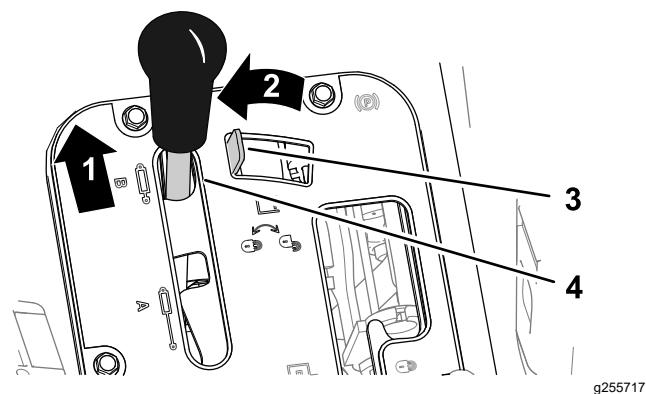
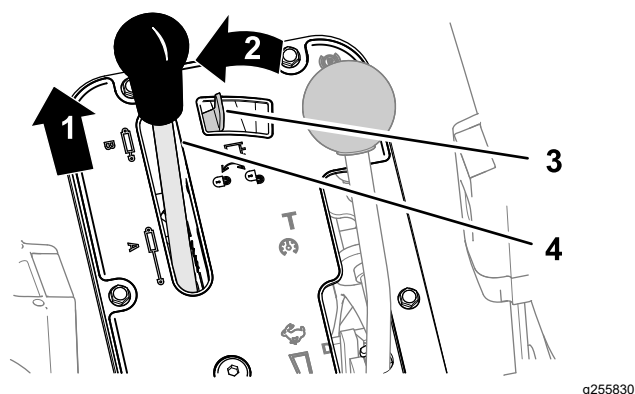

Рисунок 89
Рисунок 90
1. Нажмите вперед на рычаг механизма гидравлического подъема (Рисунок 89 или Рисунок 90).
2. Переведите рычаг блокировки гидравлического подъема влево, чтобы включить блокировку (Рисунок 89 или Рисунок 90).